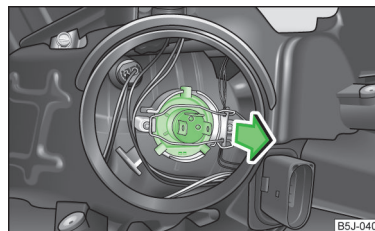

Fig. 155
- Retirez le connecteur de l'ampoule, déverrouillez l'étrier de fixation et retirez l'ampoule » fig. 155